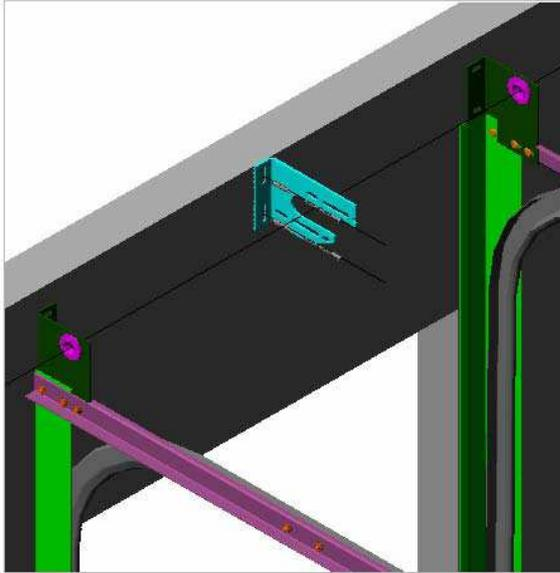

Figura: 4 Fixação dos esquadros centrais
- Fixer les équerres qui vont tenir les ressorts. Pour pouvoir déterminer le positionnement de la fixation ont utilise un fil qui passe par les deux roulements des rails de guidage - fig. 4 ;